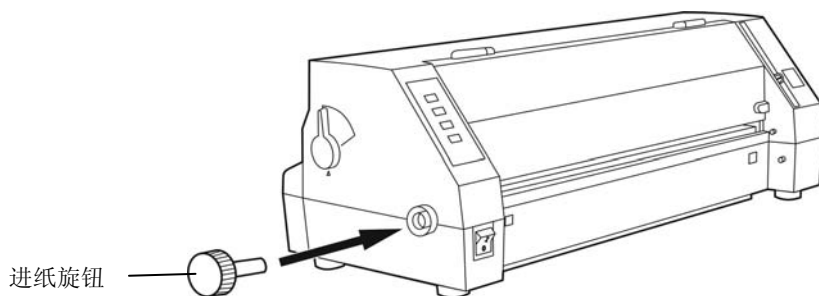

图 2-5 安装进纸旋钮
1. 将进纸旋钮插入打印机左侧的安装孔中（如图 2-5 所示）。